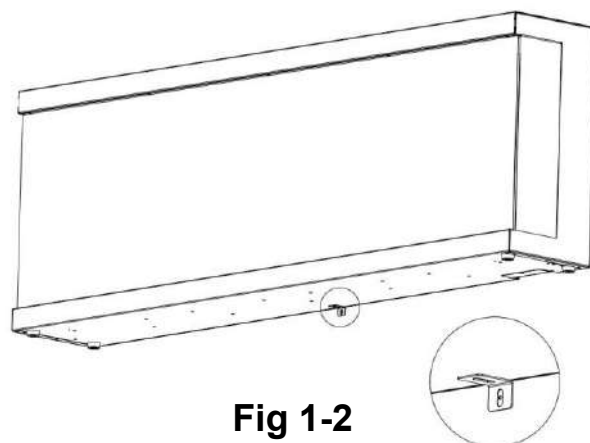

Fig 1-2
B. Przy pomocy tej śruby zamontuj wspornik w kształcie litery „L” (**J**) u dołu paleniska. (**Fig 1-2**)